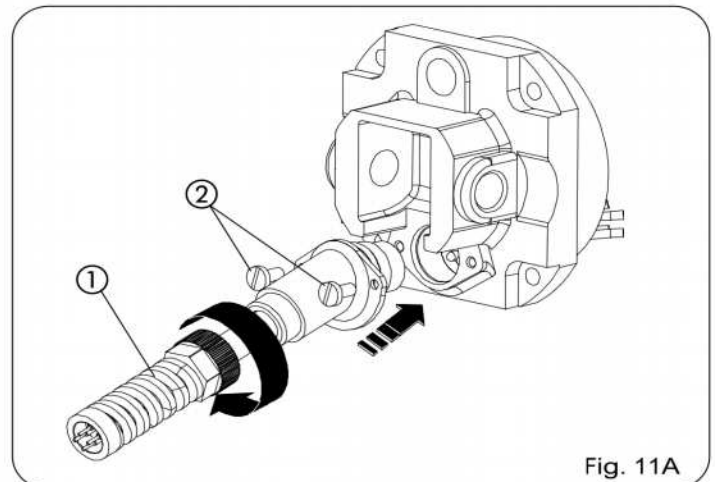

Fig. 11A
- A) Coloquen los dos separadores antivibraciones ② sobre la brida anterior.
- B) Introduzcan el cárter presionando con fuerza en la tapa posterior ①.
- C) Fijen el cárter con el tornillo autorroscante ③.
- D) Coloquen la tapa anterior ⑤ en el cárter y bloqueen con el tapón FIX ④.
- 12) Monte el protector del pliegue del cable eléctrico (ref. ①, Fig. 11A).
- Conecte el cable de alimentación del operador (Fig. 11A).
- Atornille los tornillos (ref. ②, Fig. 11A).